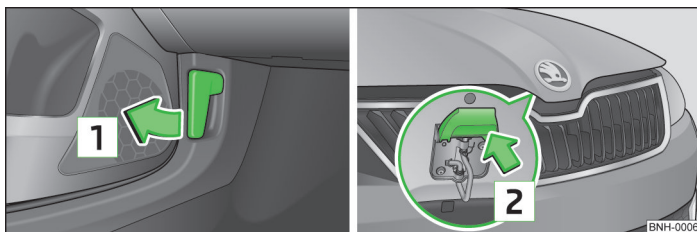

Fig. 96 Desbloquear el capó
- Tirar de la palanca de desbloqueo ubicada debajo del cuadro de instrumentos en el sentido de la flecha » fig. 96.
- Presionar la palanca de desbloqueo en la dirección de la flecha » fig. 96, el capó se desbloquea.